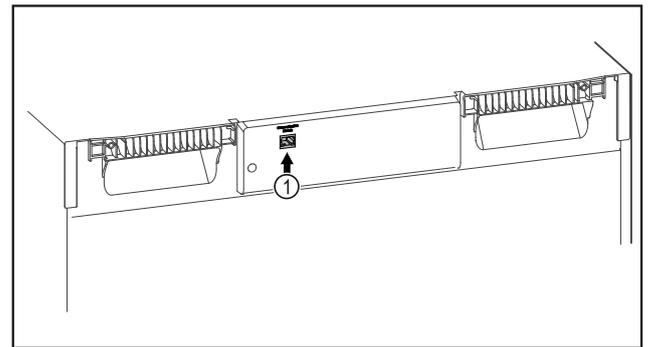

Fig. 127
- Le SmartModule Fig. 127 (1) est en place.